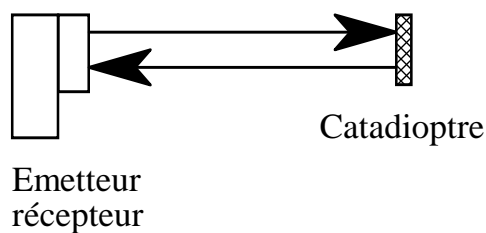

fig. 2
- **Reflex** (fig. 2) un boîtier émetteur, récepteur et un miroir (catadioptré), pour des distances moyennes.